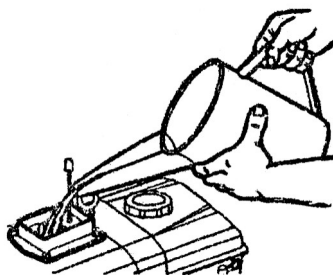

рис.2
5. При помощи воронки наполните бачок охлаждающей жидкостью до уровня всплывающей поплавка (рис. 2). При этом необходимо закрыть сливной вентиль. В качестве охлаждающей жидкости рекомендуется использовать специальную охлаждающую жидкость (антифриз)